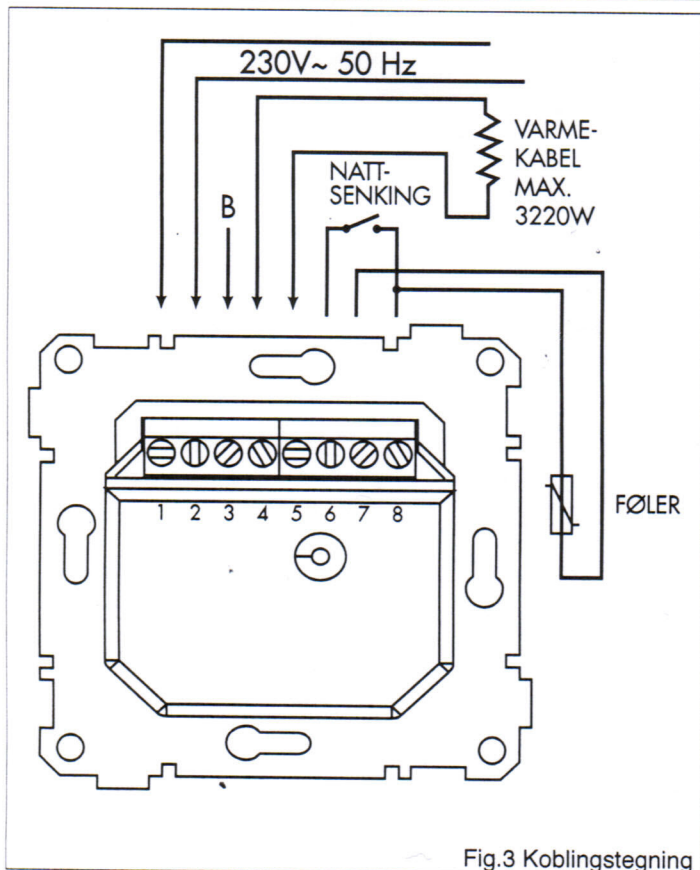

Fig.3 Koblings-tegning
Føleren skal monteres i et plast installasjonsrør (anbefalt dimensjon min. 10 mm eller 3/8»), som er nedstøpt i gulvet. Installasjonsrøret skal tettes i enden. NB! Påse at føleren blir liggende midt mellom en av varmekabelsløyfene. Varmekabelens kalde ender bør legges i hvert sitt rør, som vist på Fig.2. Installasjonsboks ved gulv kan gjøre installasjonen lettere, men er ikke nødvendig. Både føler og kalde ender på varmekabel kan kobles direkte til regulatoren. Regulatorens klemme nr. 3 kan benyttes for evt. viderekobling av jordleder(Fig.3).
3. Tilkobling fra baksiden som koblings-skjemaet viser (Fig. 3) med 8 stk. 2.5 mm² rekkeklemmer.